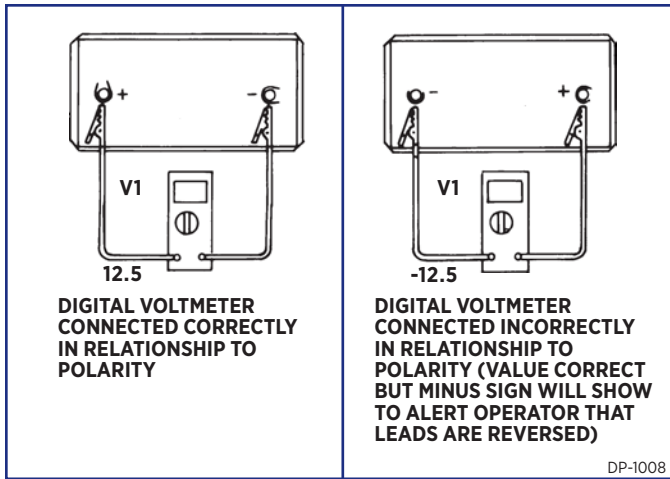

图 1-3.正确和错误的极性读数
3. 图1-3显示了数字电压表在直流系统中极性使用正确和不正确时的读数。每当显示负号时，必须反转仪表导线才是极性使用正确。